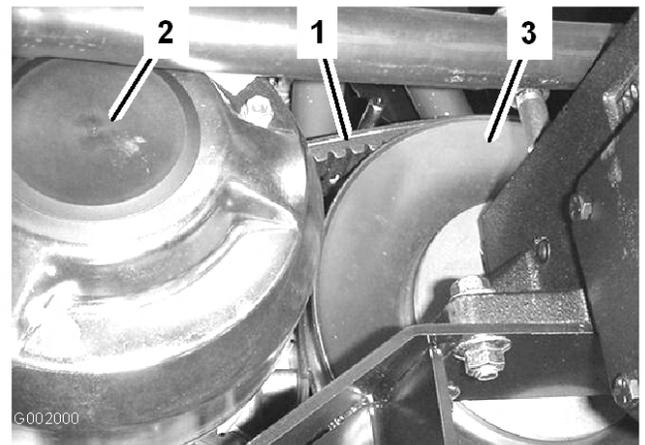

Figura 60
- Rode e coloque a correia sobre a embraiagem secundária (Figura 60).